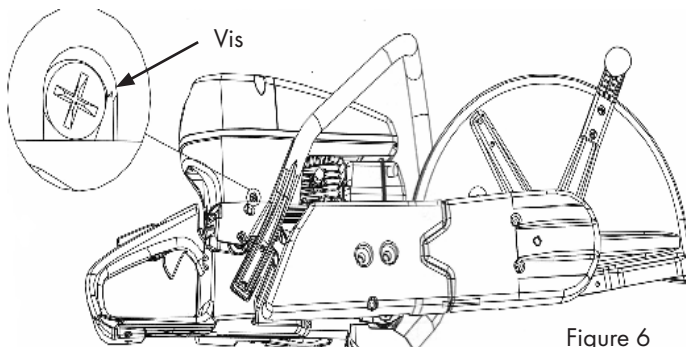

Figure 6
- Ne coupez jamais avec le segment illustré à la figure 6.